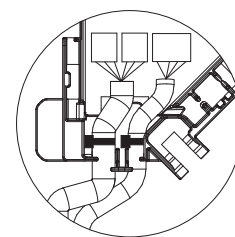

Fig. 10-15
- Sørg for at båndet fester i-See-sensoren og signalmottaker koblingsledningene er plassert inne i koblingsboksen. (Fig. 10-15)